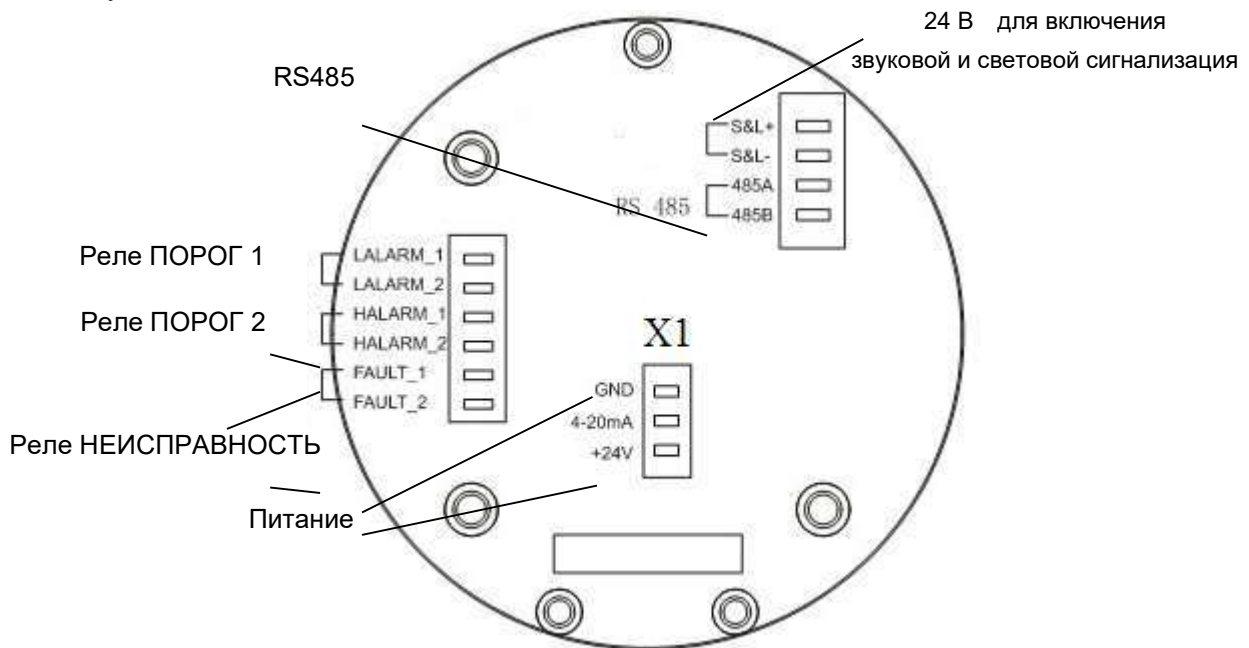

Рис. 3. Плата газоанализатора
2.1.2.5. Электрические разъёмы вход/выход размещаются на электронной плате. Для упрощения монтажа разъёмы различного назначения имеют разную конфигурацию (рис. 3). Рекомендуется также использовать многоцветные и экранированные провода. Назначение выходов разъемов на плате указано в таблице 3.